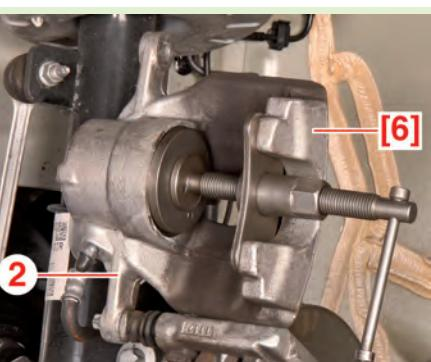

Fig.10
- Repousser doucement et complètement le piston de l'étrier de frein (2) à l'aide d'un repousse piston [6] (Fig.10).